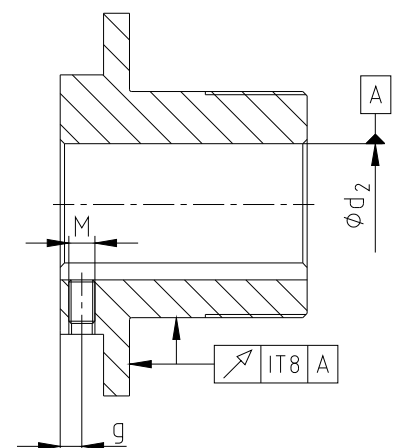

图 2: 径向跳动和轴向跳动
- 如果客户自己加工成品孔，则必须分别检查轴向同心度和径向跳动(参见图 2)。